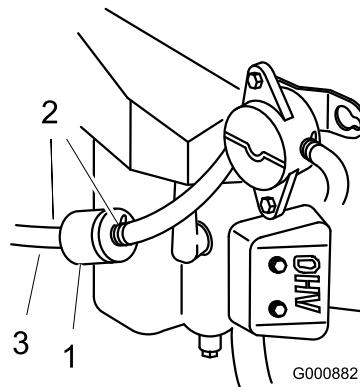

Figura 36
5. Afloje la abrazadera cerca del filtro de combustible y deslícela por el tubo, alejándola del filtro de combustible (Figura 36).
6. Retire el tubo de combustible del filtro (Figura 36).
4. Apriete los extremos de las abrazaderas y deslícelas por el tubo alejándolas del filtro (Figura 36).
6. Instale un filtro nuevo y acerque las abrazaderas al filtro (Figura 36).